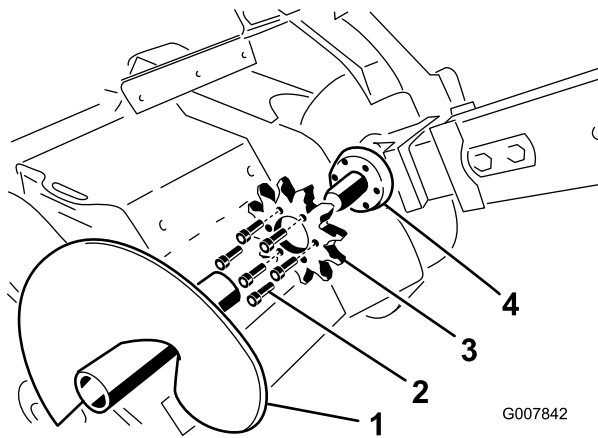

Figura 61
4. Retire el sinfín (Figura 61).
9. Retire los 6 pernos que fijan el piñón de arrastre (Figura 61).
10. Retire y deseche el piñón de arrastre (Figura 61).
11. Limpie la superficie de montaje del piñón en la zanjadora (Figura 61).
12. Deslice el nuevo piñón sobre el eje (Figura 61).
13. Enrosque los 6 pernos que fijan el piñón de arrastre con la presión de los dedos solamente (Figura 61).